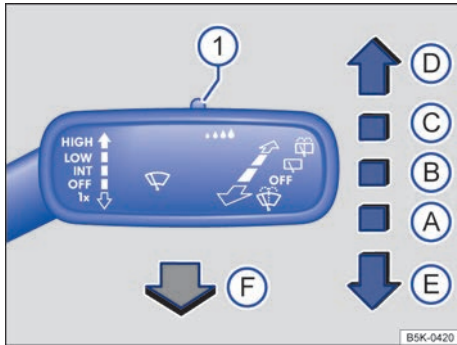

Fig. 86 En el lado derecho de la columna de dirección: manejo del limpiaparabrisas.
- Presione la palanca del limpiacristales brevemente hacia abajo \Rightarrow fig. 86